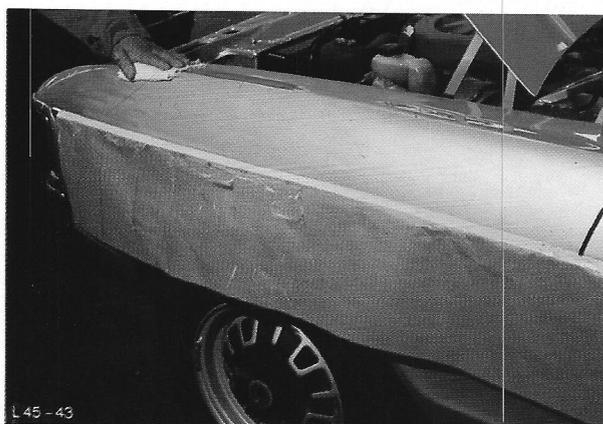

Fig. 12 Schoonmaken van het geschuurde oppervlak
5. Maak het geschuurde oppervlak schoon met benzine of met een middel dat siliconen verwijdert, Fig. 12.